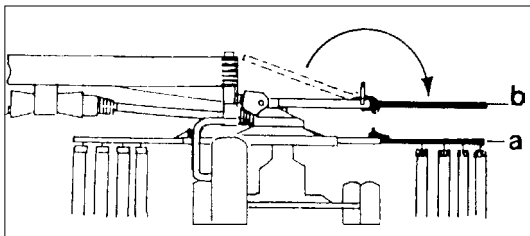

Figure 3-9
4. Le cas échéant, enlever les supports de dents du cadre, les emboîter dans les bras de toupies et les bloquer par des goupilles de sécurité ; attention : version gauche et droite ! (a) (figure 3-9)
5. Rabattre l'étrier de protection latéral (b). Pour ce faire, tirer l'étrier vers l'avant et le pivoter jusqu'à l'encliquetement (figure 3-9).